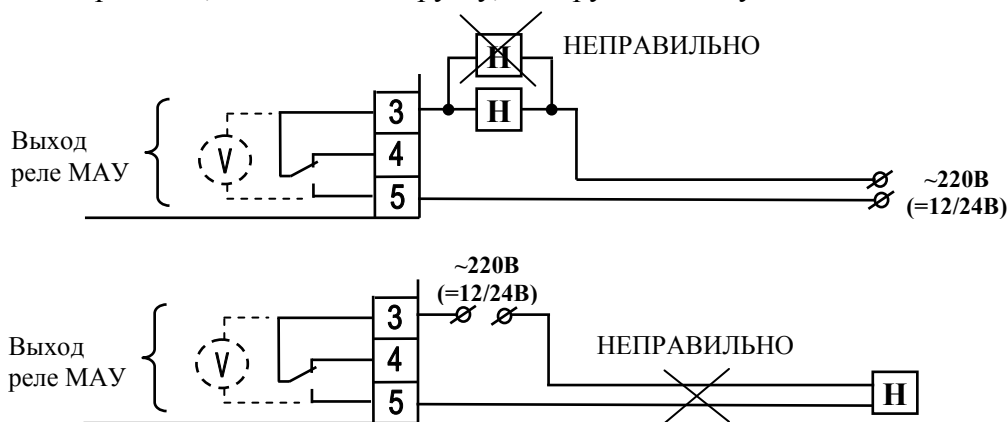

Рис.4. Неправильные схемы подключения нагрузки к А16-МАУ.
6.1.2. На рис. 4 показаны наиболее часто встречающиеся ошибки подключения нагрузки к контактам МАУ.
Как демонстрирует рис.4, МАУ обеспечивает контроль исправности цепи только одной подключенной нагрузки – обрыв цепи второй нагрузки обнаружен не будет.
При этом для эффективного контроля исправности нагрузки рекомендуется устанавливать МАУ вблизи нее (см. рис.2). При работе с удаленной нагрузкой, как показано на рис.4, короткое замыкание в проводах, питающих нагрузку, обнаружено не будет.